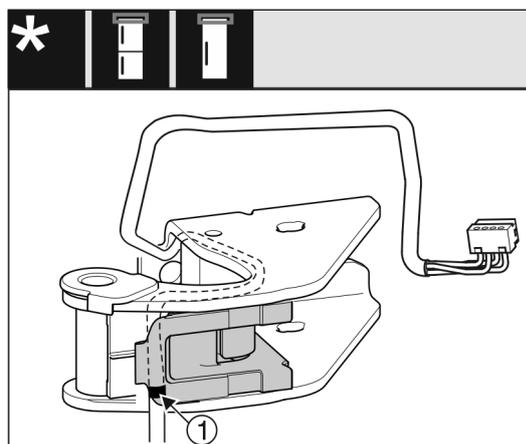

Fig. 20
- ▷ Le marquage central doit se trouver sur le bord du support de câble Fig. 20 (1).